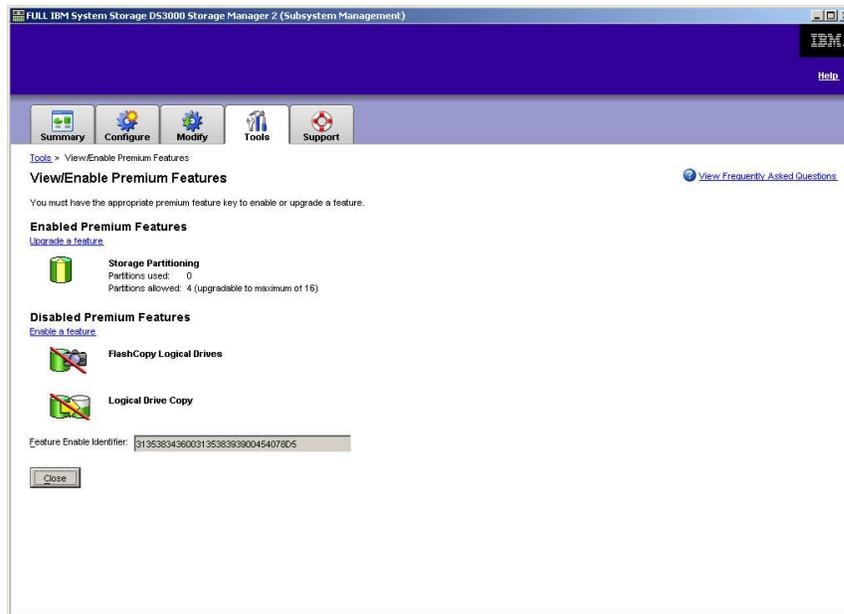

Figure 29. Fenêtre View/Enable Premium Features
2. Sous **Enabled Premium Features**, cliquez sur **Upgrade a feature** (voir la figure 29, à la page 118).
2. Sous **Disabled Premium Features**, cliquez sur **Enable a feature** (voir la figure 29). La fenêtre Select Feature Key File s'affiche.